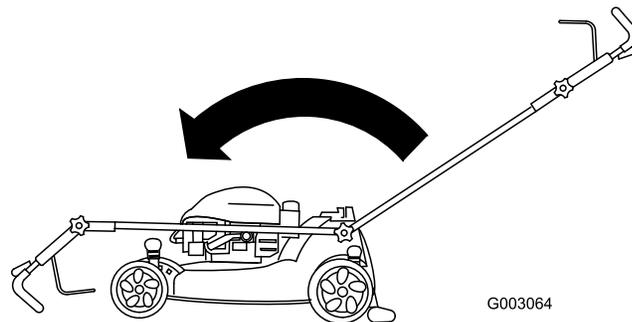

Figure 45
3. Rabattez la poignée vers l'avant (Figure 45).